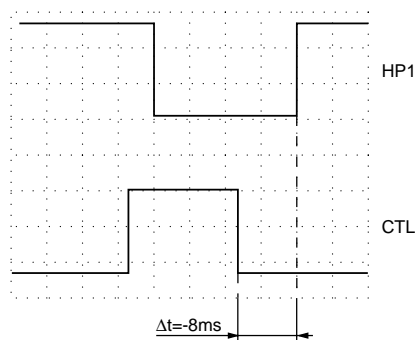

Fig. 23
- Introduire le code ④ ⑨ ③ ④ et confirmer par la touche .
- Appuyer sur la touche ②. L'afficheur indique à droite "A2". L'intervalle de temps entre l'impulsion de commutation de têtes "HI-P" et le flanc ascendant de l'impulsion de synchronisation CTL est ainsi réglé à  $\Delta t = -8\text{ms}$  (Fig. 23).
- Enter ④ ⑨ ③ ④ in this order and confirm with button .
- Press numbered button ②. On the right of the display "A2" appears. The time interval between the head pulse "HI-P" and the rising edge of the CTL pulse to  $\Delta t = -8\text{ms}$  (Fig. 23).